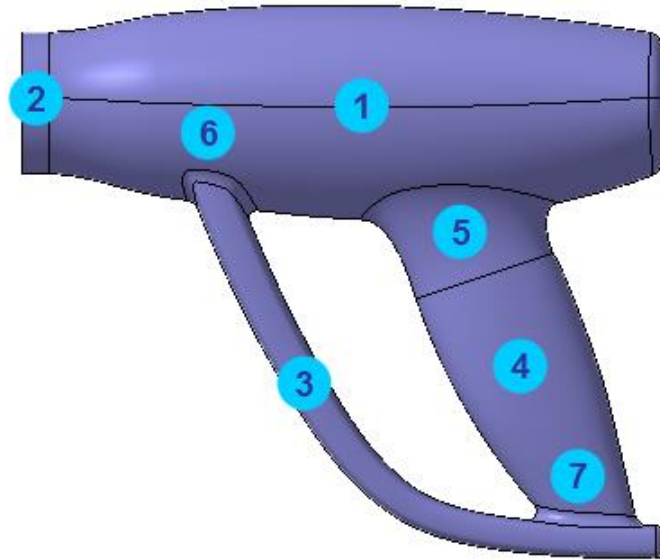

Рисунок 2.
Перед началом построения целесообразно провести анализ детали и планирование ее построения. В ходе этого в модели выделяются основные поверхности, определяются методы их построения и характер сопряжения. Деталь Термопистолет состоит из Корпуса (1), Наконечника (2), Гарды (3) и Рукоятки (4). Корпус может быть построен как поверхность по сечениям, Наконечник — как поверхность выдавливания, Гарда — поверхность по сечениям с направляющей, Рукоятка — поверхность по сети кривых. Рукоятка с Корпусом сопрягаются поверхностью по сети кривых (5). Гарда с Корпусом и Рукояткой сопрягаются обычными скруглениями (6 и 7). (рис. 2).